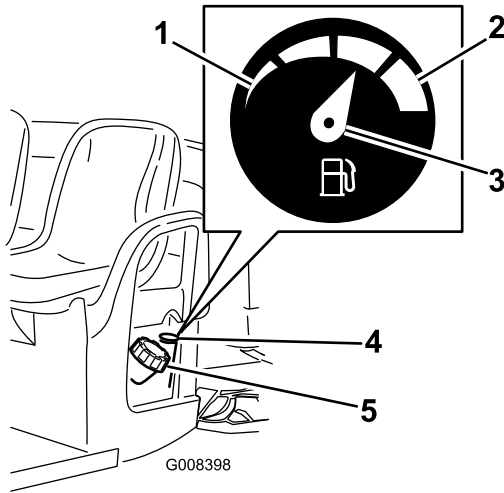

Figura 20
2. Limpie la zona alrededor del tapón del depósito de combustible (Figura 20).